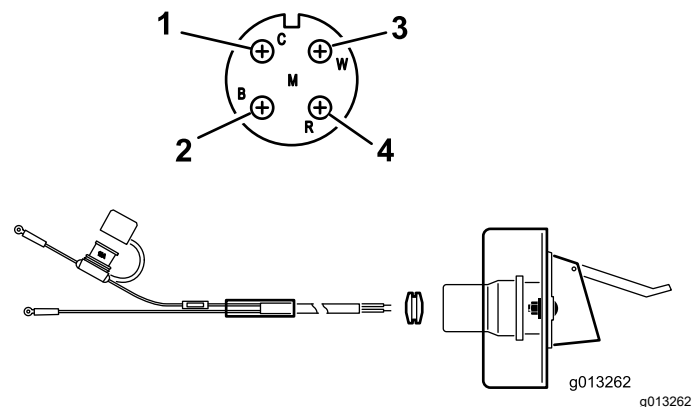

Figure 12
2. Acheminez et fixez le câblage entre la batterie et le support de la prise électrique (Figure 12).
3. Passez le câblage dans le support de la prise et enfitez le passe-câble en caoutchouc noir sur le câblage (Figure 12).